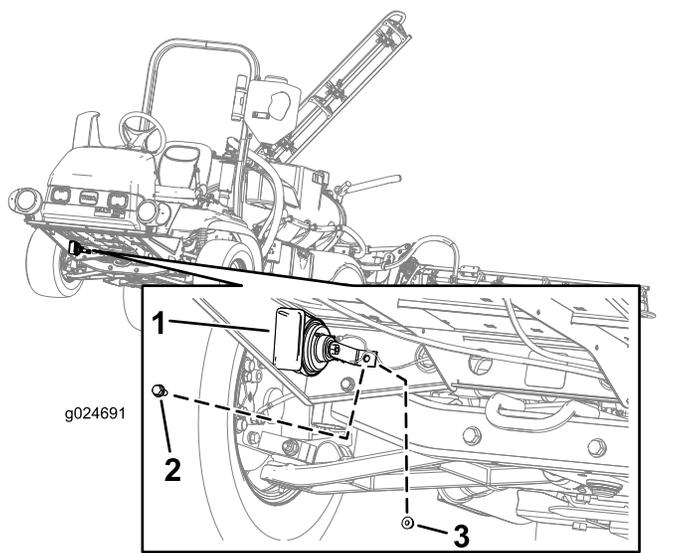

Figura 3
1. Allineate il gruppo avvisatore acustico al foro presente sul lato anteriore destro della macchina (Figura 3).
2. Inserite la vite a testa esagonale (5/16-18 x 3/4") nel foro del gruppo avvisatore acustico e nel telaio della macchina (Figura 3).
3. Montate il gruppo avvisatore acustico sulla macchina con la vite a testa esagonale (5/16-18 x 3/4") e il dado flangiato (5/16-18) come illustrato in Figura 3.